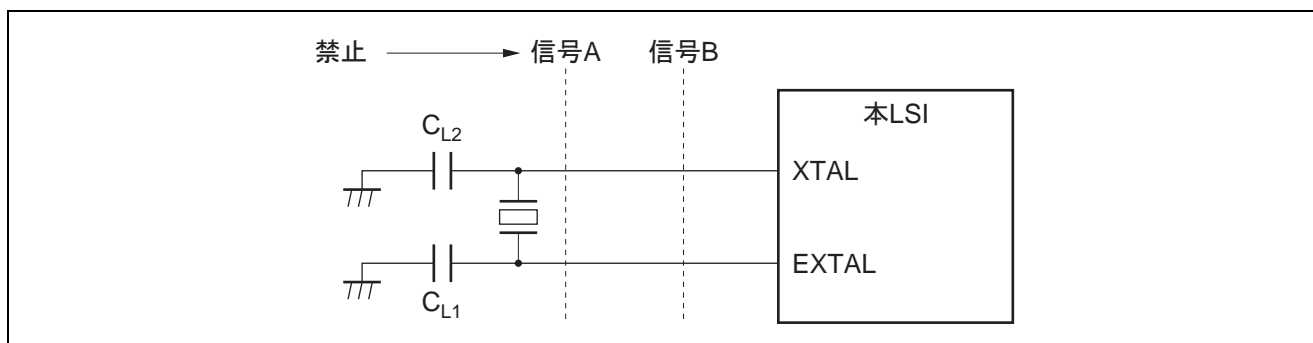

図 22.6 発振回路部のボード設計に関する注意事項
4. 図22.6にクロック変更タイミングを示します。SCKCR0あるいはSCKCR1に値をライトした後、現在実行しているバスサイクル終了を待ちます。そのバスサイクル終了後、外部クロックに対して最大1サイクル後に各クロックの周波数が変更されます。
水晶発振子を使用する場合は、発振子および負荷容量はできるだけ XTAL、EXTAL 端子の近くに配置してください。図 22.6 に示すように発振回路の近くには信号線を通過させないでください。誘導により正しい発振ができなくなることがあります。